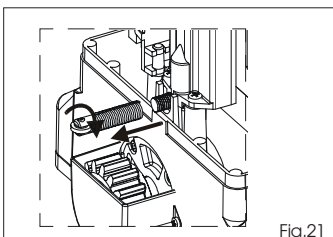

Fig.21
- Per sfilare la molla ruotarla in **senso orario** e tirare come in Fig.21. L'operazione richiede una certa forza.